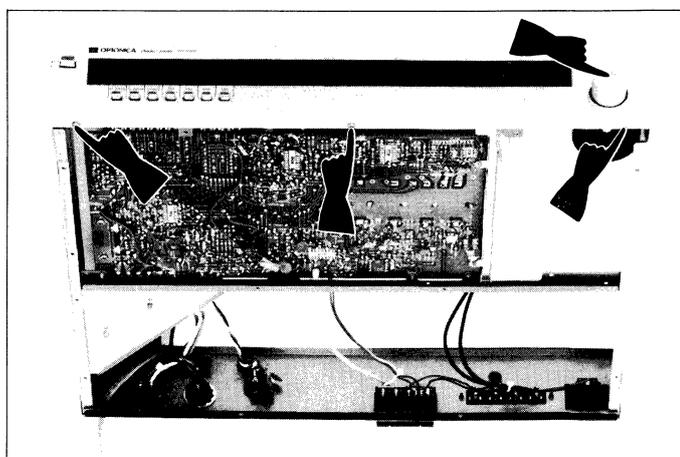

Abbildung 2-4
3. Die drei Schrauben (an der Unterseite der Frontplatte) entfernen, mit denen die Frontplatte befestigt ist. (Siehe Abbildung 2-4.)